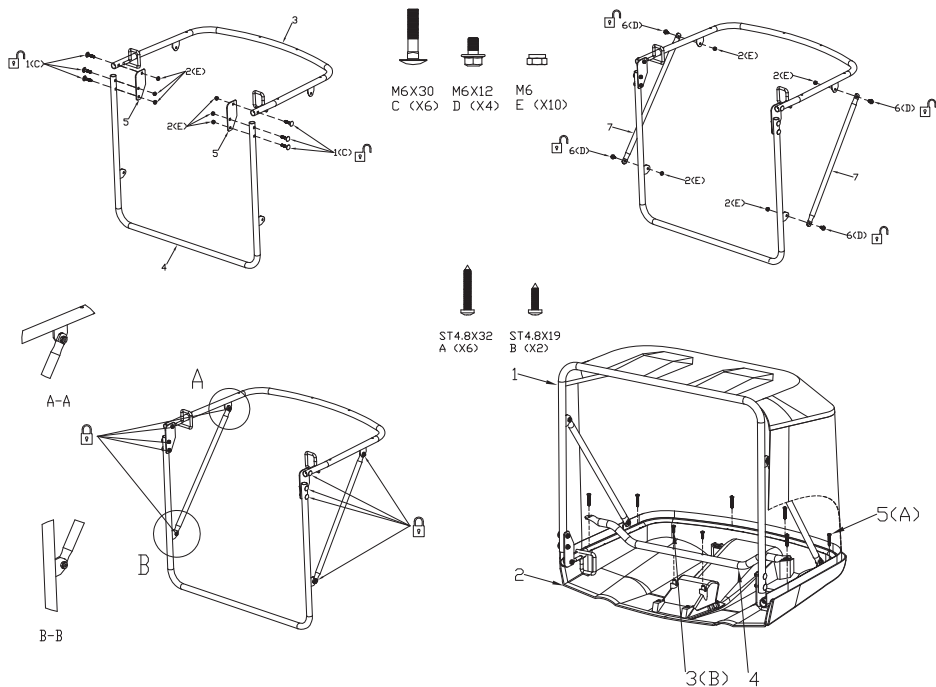

Рис. 6
Используйте болты с плоской головкой (C) и гайки (E) для соединения железной рамы с фиксирующей железной пластиной. Закрепите раму для сбора травы, соединив ее с боковой железной рамой, используя болт (D) и гайку (E) (Рис. 6).